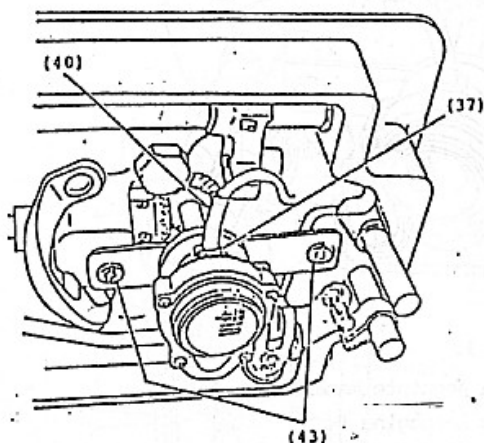

Fig. 20
1. Recoloque a bomba na extremidade inferior do eixo vertical do braço e gire a polia da máquina vagarosamente para verificar se o ressalto existente no fundo do orifício do rotor (44) encaixa na fenda da extremidade inferior do eixo vertical do braço.
2. Recoloque os dois parafusos (43), Fig.20 da bomba de óleo. Assegure-se de que a máquina gira livremente enquanto os parafusos são apertados.
3. Recoloque os tubos de óleo (40), (41) e (42) empurrando-os até onde for possível nos bicos respectivos localizados na bomba de óleo enquanto